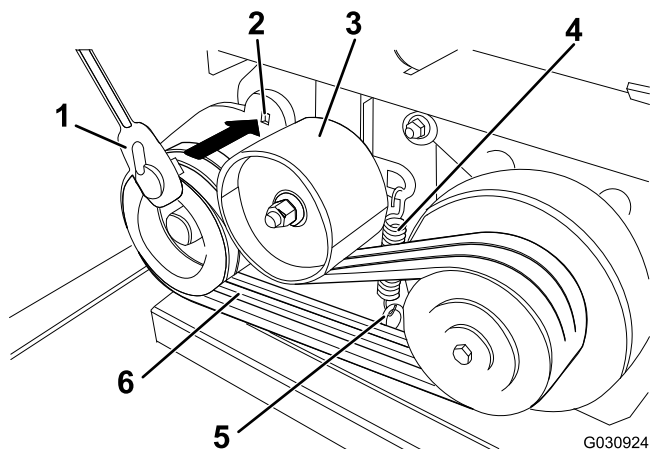

Figura 54
2. Verifique o estado da correia (Figura 54).
- B. Insira uma chave no furo quadrado no braço intermediário e rode a chave para cima (Figura 54).